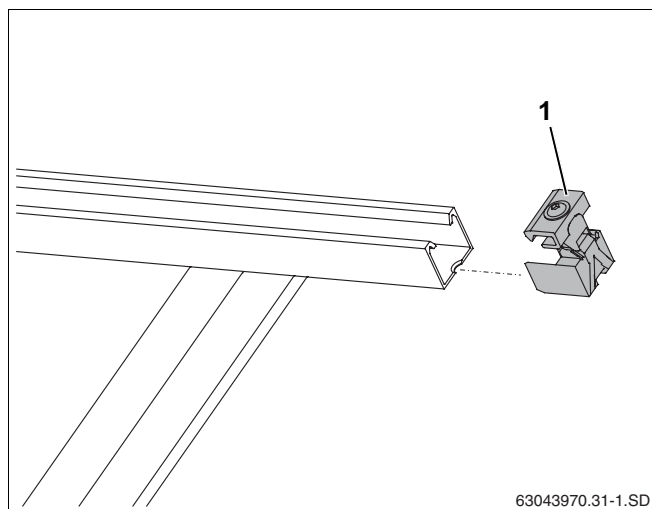

Bild 44 Skjuta in ensidiga panelklämmor
- ▶ Skjut in de ensidiga panelklämmorna (bild 44, **pos. 1**) i profilskenorna till solpanelsgruppens högra ände tills de hakar i profilskenans första längsgående hål.